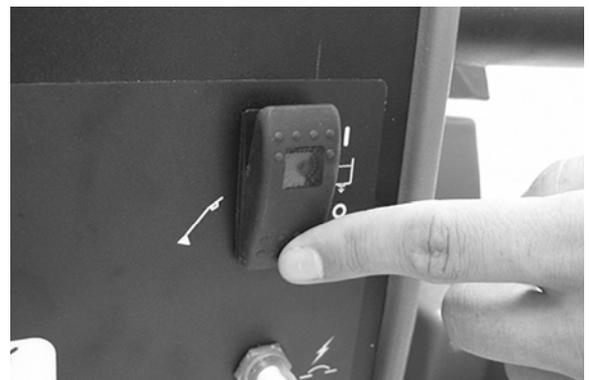

ABB. 17
1. Drehen Sie den Zündschlüssel in die (I) -Stellung.
2. Drücken Sie den Frischwasserschalter auf das Zubehör-Werkzeug-Symbol, Aus (O)-Stellung (Abbildung 17).